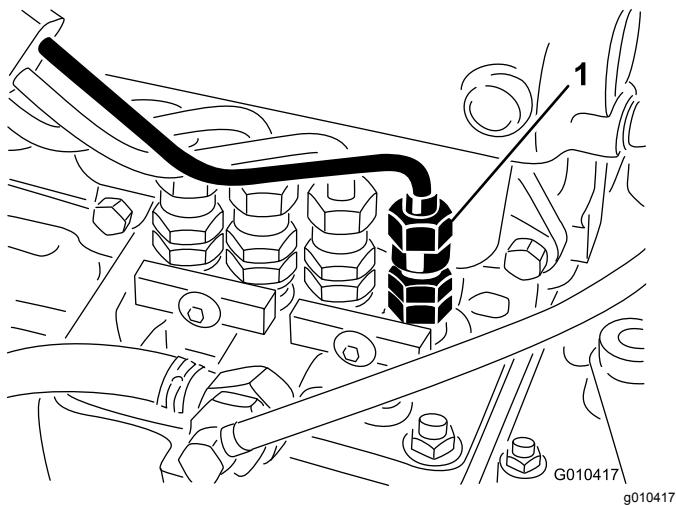

Figura 40
1. Allentate l'attacco del tubo con l'asse del supporto e dell'ugello dell'iniettore n. 1 sulla pompa di iniezione (Figura 40).